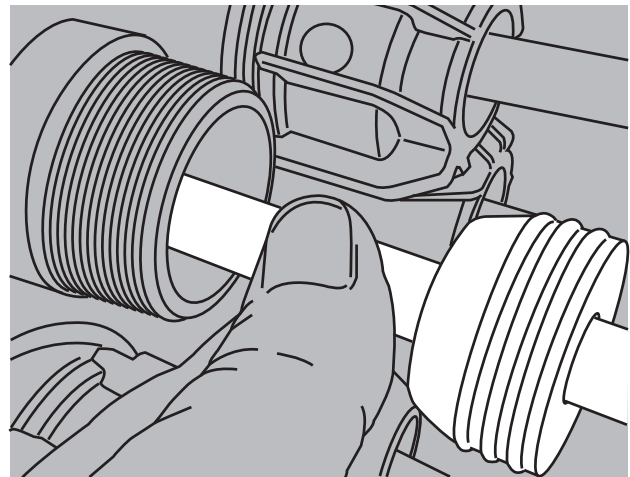

FIGURA 14
**14.** Introduzca el cable de acometida debidamente preparado a través de la tapa hasta que el extremo interior con cubierta quede libre del disco. (Figura 14)